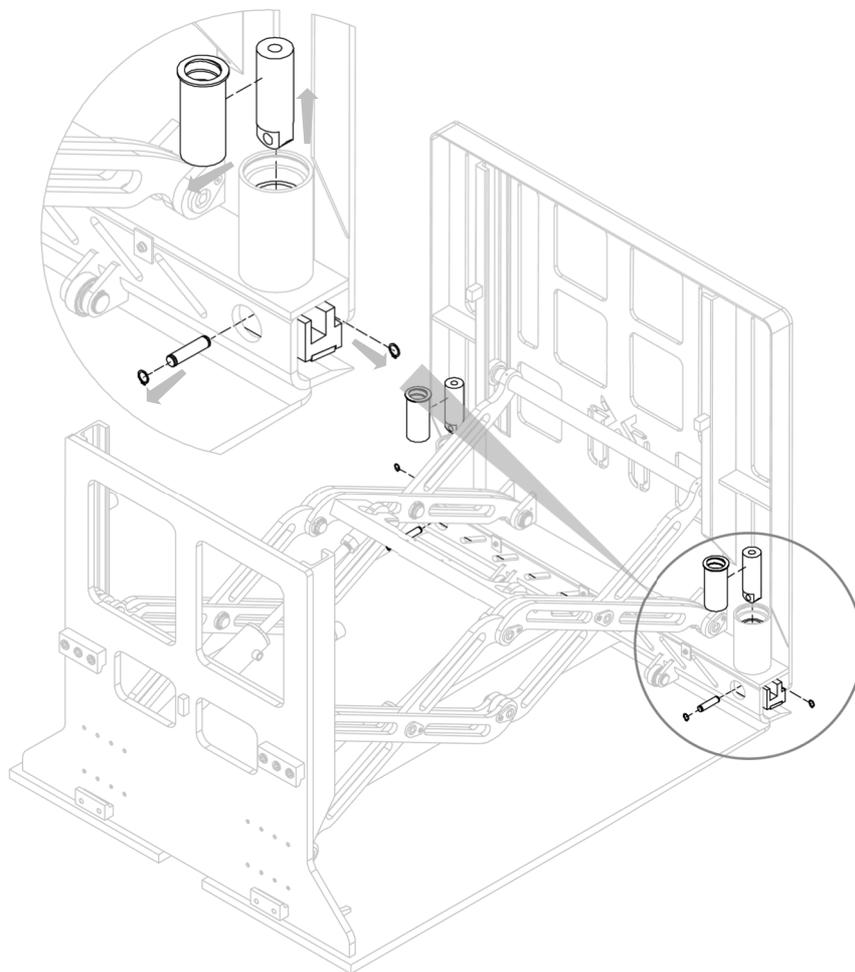

Figure 16
3. Retirer les goupilles de poussée de la lame (avec les paliers lisses) après avoir retiré les goupilles (avec leurs anneaux élastiques) qui les bloquent (voir *Figure 16*).